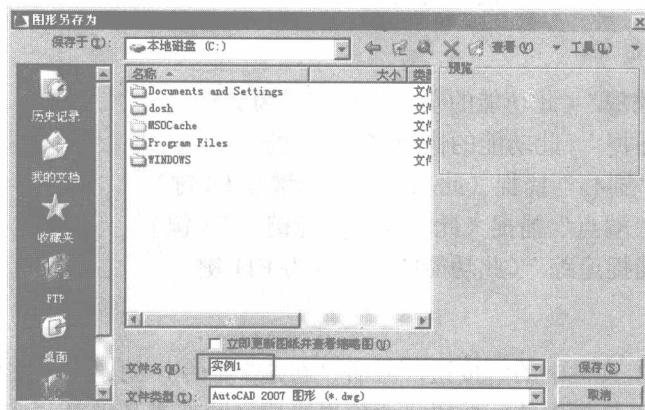

图 1-18 “图形另存为”对话框
- ⑪ 将图形保存。选择“文件”|“保存”命令, 或单击“快速访问”工具栏中的 \square 按钮, 打开“图形另存为”对话框。
- ⑫ 在“图形另存为”对话框中指定存储路径和文件名称, 如图 1-18 所示, 然后单击 $\text{保存(S)}\square$ 按钮即可。